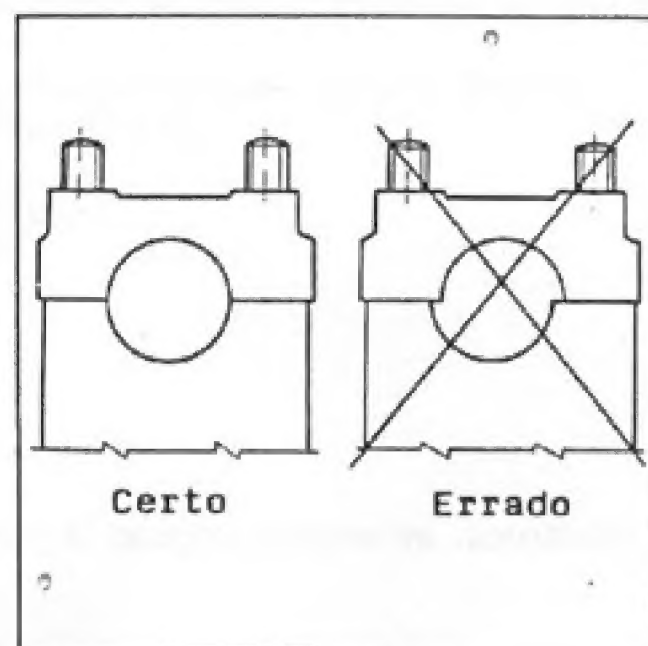

Fig.69 - Instalação das Capas dos Mancais
- . Posicionar as capas dos mancais corretamente (fig.69) e apertar as porcas dos mancais 2 e 5 alternadamente, de forma cruzada.